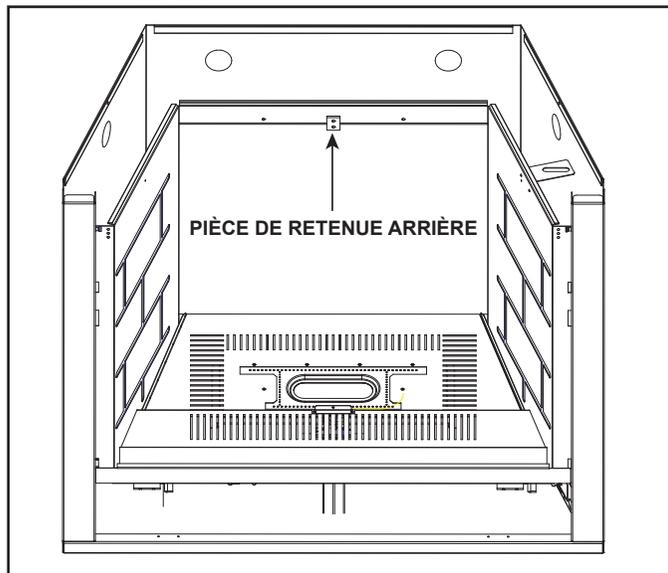

Figure 11.2 Installer la pièce de retenue arrière
1. Installez le panneau de verre arrière comme indiqué à la figure 11.2. Les fixations de panneau et les vis sont incluses dans le sac manuel de l'appareil. Fixez tel qu'illustré à la figure 11.3.